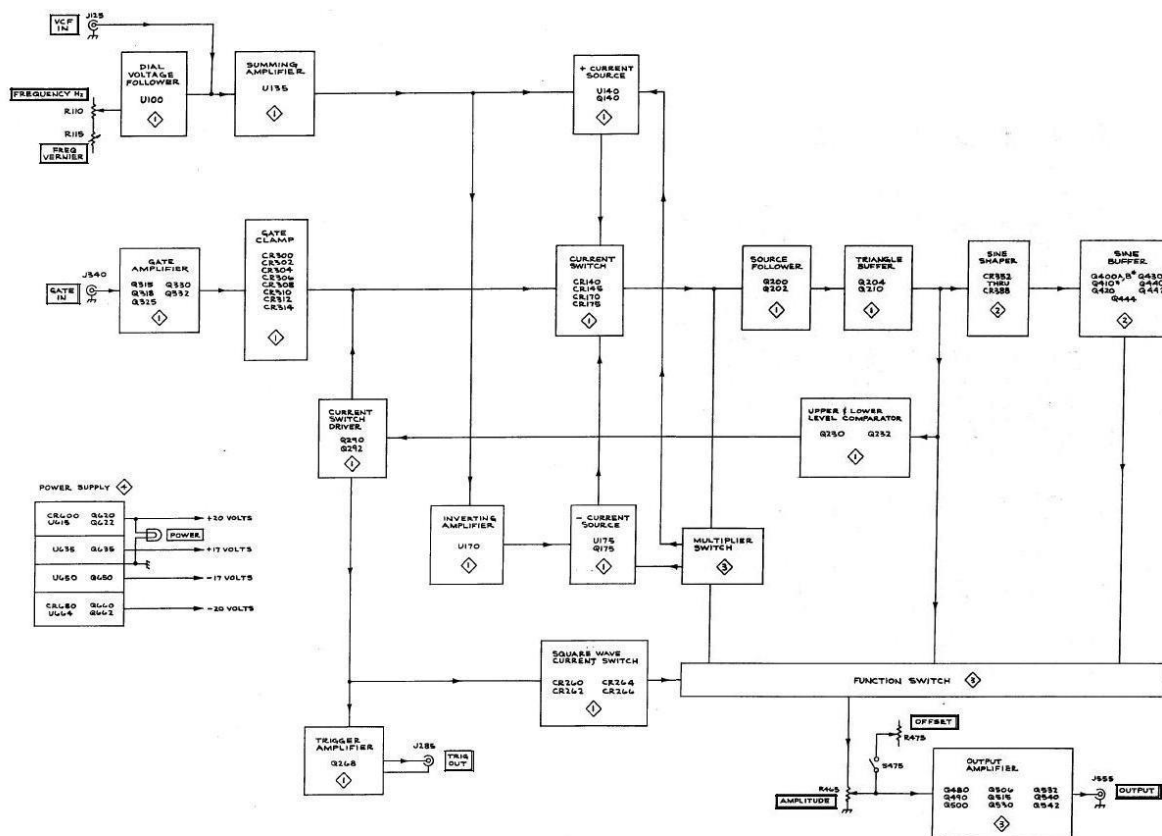
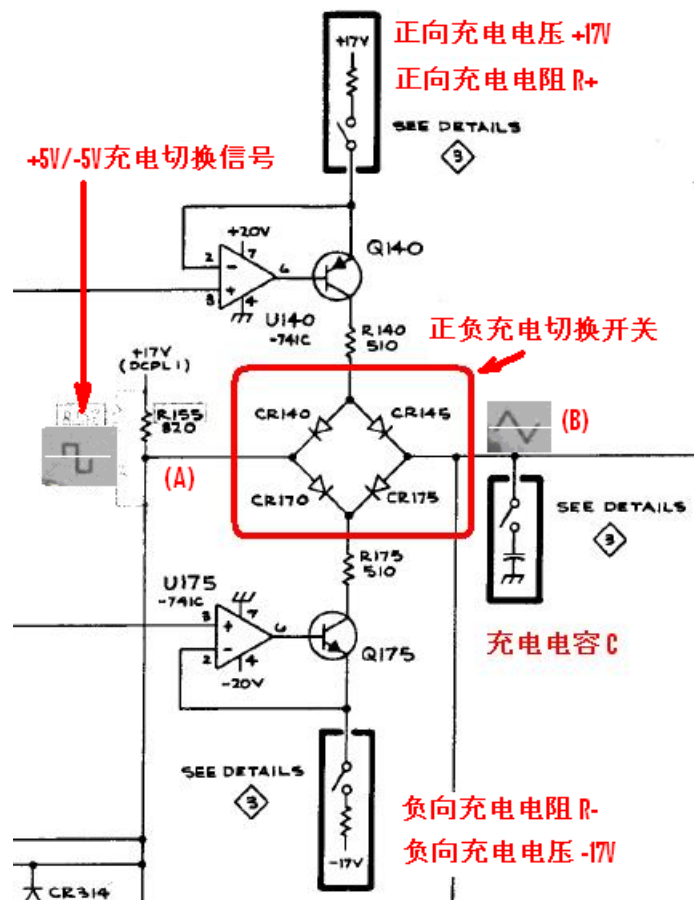

图 5. FG-502 函数发生器方框图
图 6. 我简化的线路图
按照手册的描写，所有的波形都以三角波为基础处理后产生。因此首先必须理解三角波的产生。FG-502 产生三角波的线路有点复杂。图 5 是 FG-502 函数发生器的方框图，但是它不便于线路分析。所以我修理的第一步是把三角波的产生简化成图 6 的线路。
下面描述三角波是怎么产生的（见图 6）：
有了图 6 的简化线路就很容易分析故障. 示波器显示，图 6 中充电电容 C 上的充电波正负不平衡，(B)点波形全部偏在零线以下. 根据 THEORY OF OPERATION 的描述，三角波应是以零线为对称的对称型波. 充电电容上的充电波形正负不平衡，很可能是正负充电电阻不同或是正负充电电压不等.
临时断开两极管 CR315，看有什么反应？断开两极管 CR315 后切换信号正常！呈现以 0V 为基线，上下 5V 的开关电压。切换信号正常后查图 6 的 (B) 点，三角波也正常了。